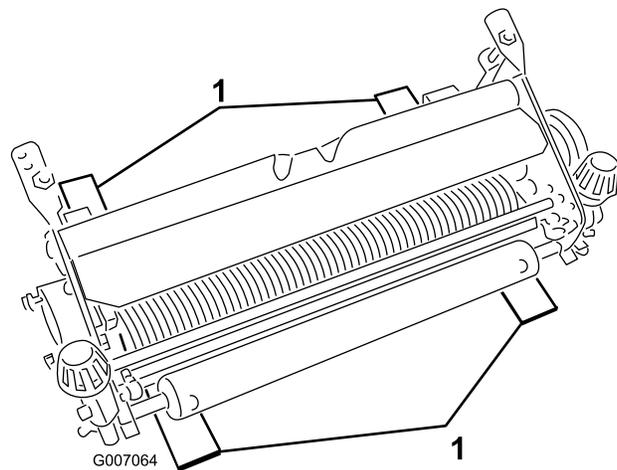

図 4
2. 希望する設定高さ地表面からの高さに、4本のゲージバーを設定し、これらのゲージバーをサッチングユニットの前後のローラの下に当てる **図 4**。